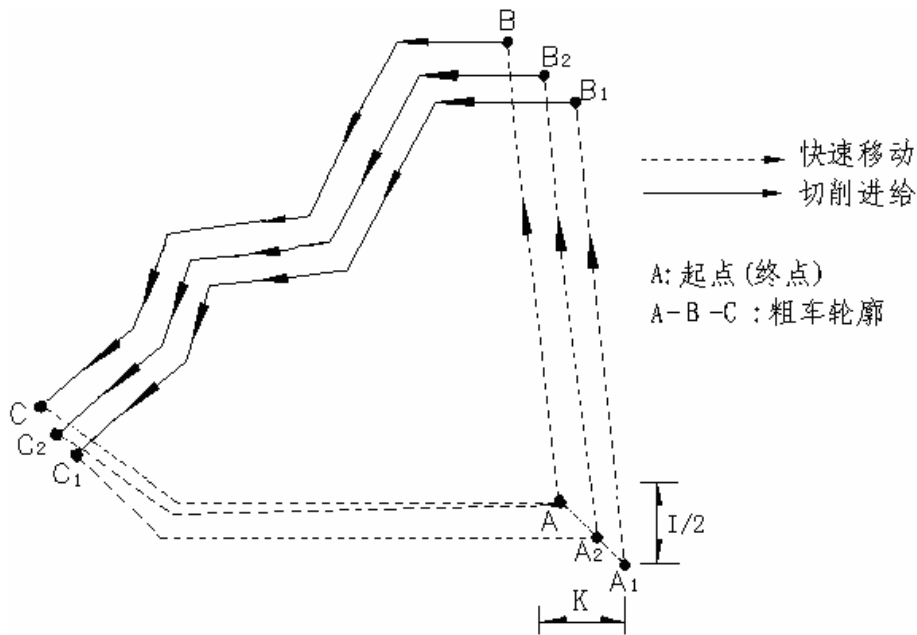

图 4-44 G73 指令运行轨迹
G73 的起点和终点相同，本指令适用于成型毛坯的粗车。G73 指令为非模态指令，指令轨迹如图 4-44。
I— 第一次粗车的 X 轴退刀量，有符号数，参考下图 4-44 中的 I。
K— 第一次粗车的 Z 轴退刀量，有符号数，参考下图 4-44 中的 K。
其中：X (U)、Z (W)、P、Q 描述了下图 4-44 中的 ABCA 封闭轨迹，即从 A 点快速定位到 B 点、然后执行 PQ 程序段到 C 点、然后快速回到 A 点。ABCA 实际上是最后一次粗车的轨迹。
下图 4-44 中的 I、K 描述了先要偏移 I 值、K 值再进行第一次粗车；即执行  $A_1B_1C_1A_2$  轨迹。L 描述了从第一次粗车开始，总共要进行 L 层剥离，再进行最后一次粗车；每层剥离的吃刀量要均匀，即每层剥离量是 X 轴方向  $I/L$ 、Z 轴方向  $K/L$ ，由  $A_1B_1C_1$  层，逐渐靠近 ABC 层。实际切削次数为  $L+1$  次。
#### 【指令执行过程】 如图 4-44。假设 $L=2$ 层。